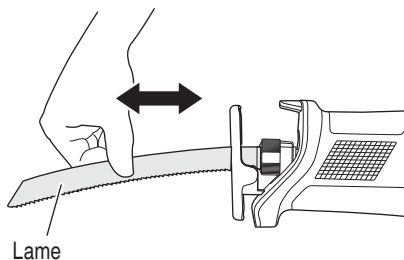

Fig. 9
- (4) De la main, tirer deux ou trois fois de suite sur le dos de la lame pour vérifier qu'elle est solidement fixée. (Fig. 9)